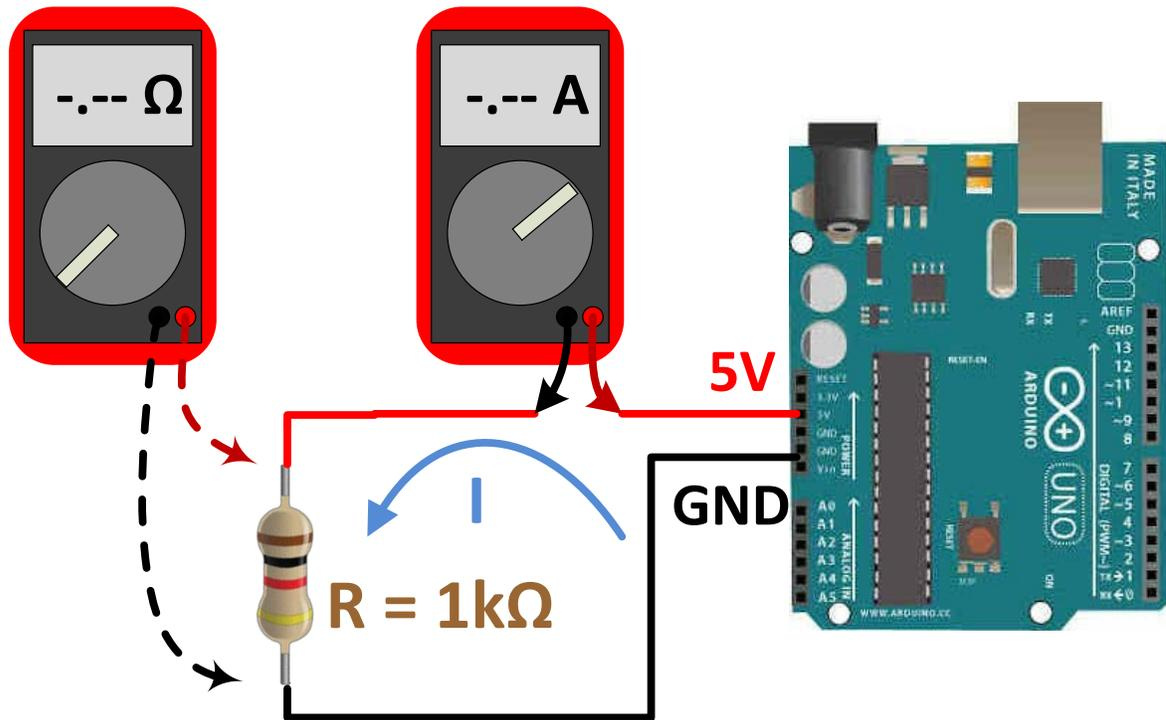

Figura 3. Medición de Intensidad de corriente y resistencia eléctrica.
- e) Mida la intensidad de corriente y la resistencia eléctrica como se muestra en la figura 3.
- i) Mida y registre (en la tabla 3) 5 veces los valores de diferencia de potencial y resistencia en el circuito de la figura 3; recuerda que entre cada medición debe desconectar del puerto USB su tarjeta Arduino.